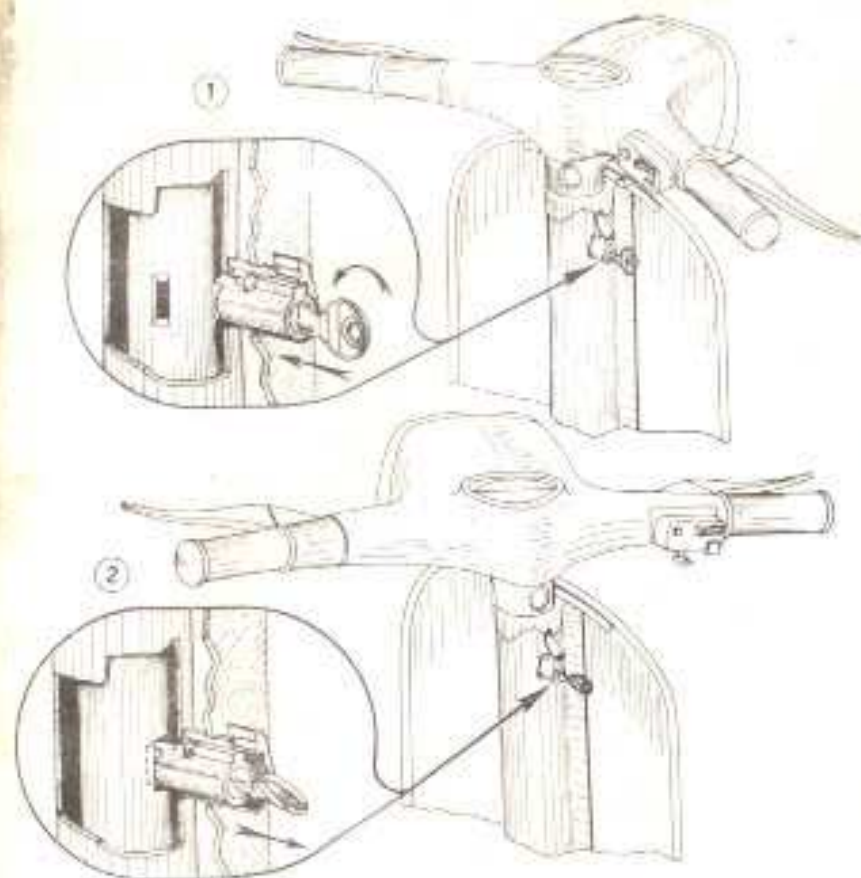

Fig. 9 - Serratura antifurto
**Antifurto:** (ved. fig. 9): **Per bloccare** la moto, ruotare il manubrio a sinistra — a fine corsa — **girare la chiave e premerla in avanti**, in modo che spinga il paletto della serratura contro il tubo sterzo (le frecce nel dettaglio della fig. 9 «1» indicano le operazioni per ottenere la chiusura illustrata in fig. 9 «2»).
Per **sbloccare il manubrio** e riportarlo nella posizione normale per la marcia (fig. 9 «1»), introdurre la chiave nella serratura, **girarla a sinistra e tirarla indietro**, come indicato con freccia nel dettaglio della fig. 9 «2»:
**Tachimetro contachilometri:** applicato al centro del manubrio (ved. fig. 9), con quadrante illuminato da apposita lampada (da 6V - 0,6 W) durante la marcia nelle ore notturne.